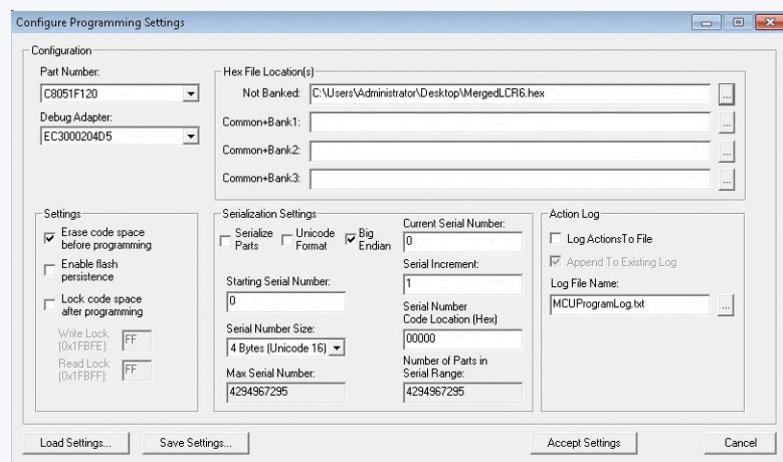

Figure 7a. Paramètres de programmation dans le MCUPProductionProgrammer de Silicon Labs.
- Dans *Program Menu / Configure Programming Information...* renseignez les différents champs (fig. 7a/b), puis *Accept Settings* (vous pouvez sauvegarder ces réglages par *Save Settings...*)